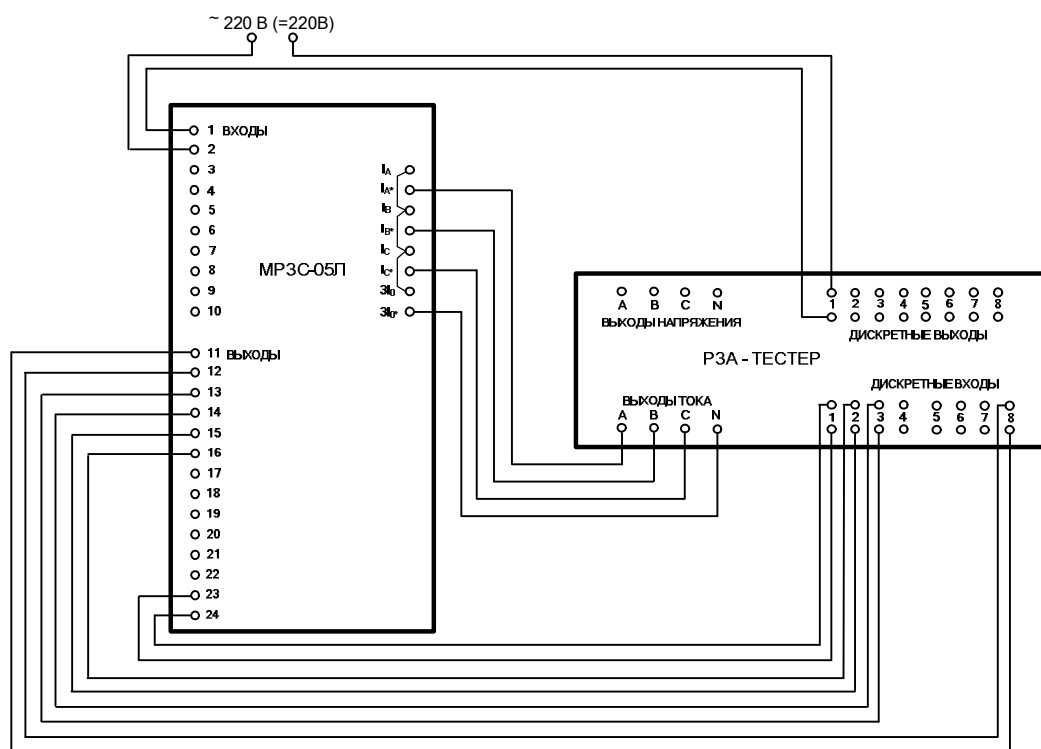
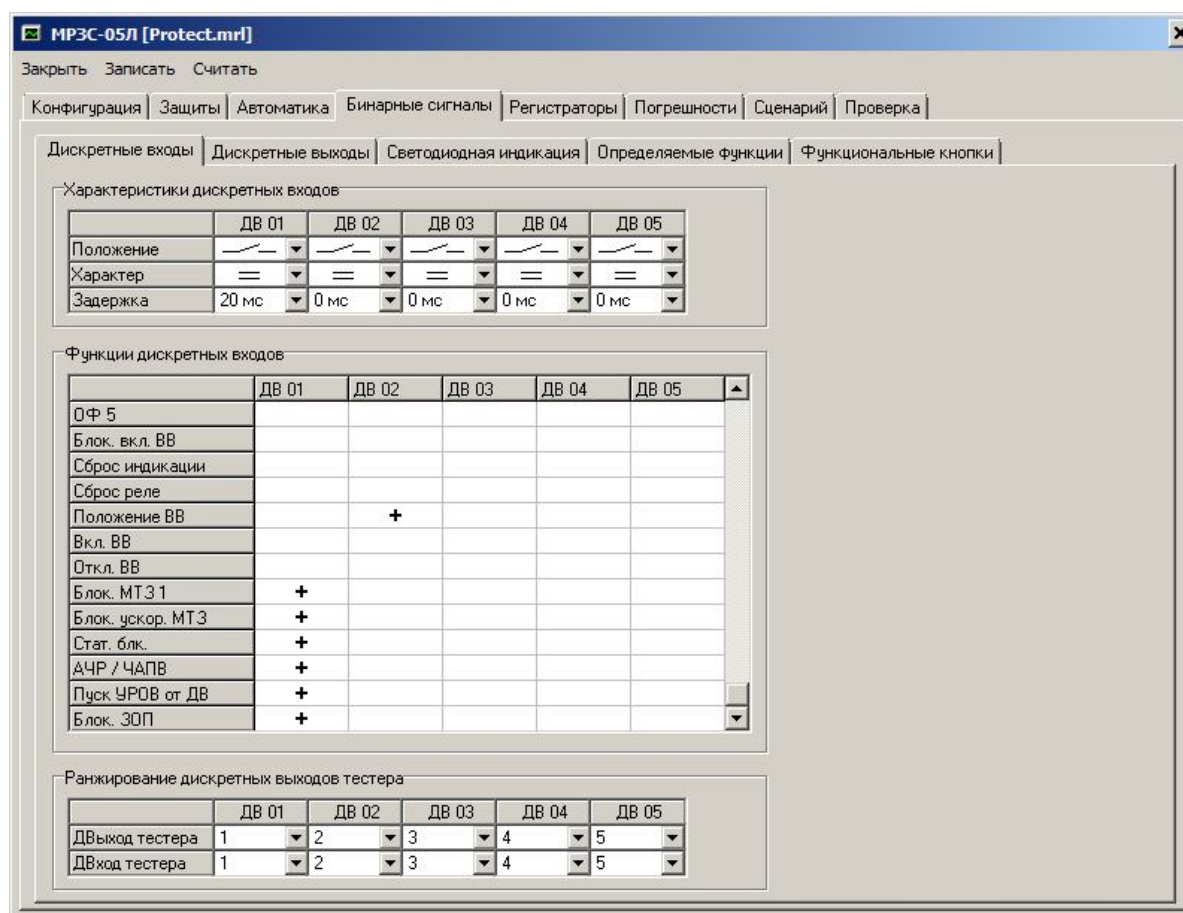

Рис. 11.1. Присоединение "УСТРОЙСТВА" к МРЗС-05Л
Рис. 11.5. Страница "Дискретные входы"
На рис. 11.1. приведена схема присоединения "УСТРОЙСТВА" с МРЗС-05Л, с помощью которой осуществляется проверка последнего.
На первой странице размещена информация о дискретных входах (рис. 11.5).
*Следует помнить, что ранжирование дискретных входов на рис. 11.5 должно соответствовать схеме подключения устройства МРЗС-05Л к "УСТРОЙСТВУ" (рис. 11.1)!*
Ранжирование дискретных выходов МРЗС-05Л и ранжирование дискретных входов "УСТРОЙСТВА" должно соответствовать схеме подключения устройств согласно рис. 11.1.